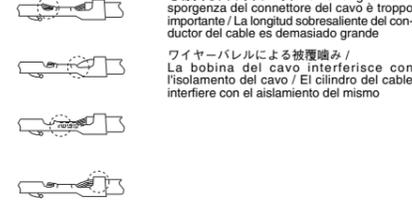

Fig.18
(1) コネクタの端子部を上にしてコネクタを持ち、ハウジングのコネクタガイドとコネクタを合わせ、挿入軸に平行に挿入します。
- 4. 圧着外観については、Fig.19 Fig.18を参考に、その圧着が正しいか目視によりチェックしてください。